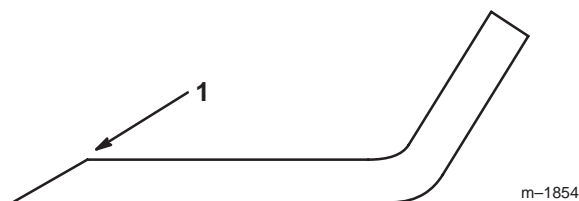

Figure 28
1. Au moyen d'une lime, aiguïssez les tranchants aux deux extrémités de la lame (Fig. 28) en veillant à conserver l'angle d'origine. Limez la même quantité de métal sur chacun des deux tranchants pour ne pas déséquilibrer la lame.